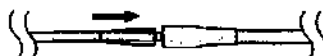

Рис. 10. Установка страховочной муфты на соединительный ниппель.
6. Наденьте страховочную муфту спинального сегмента на соединительный ниппель, пока она не встанет со щелчком на место (Рис. 10).